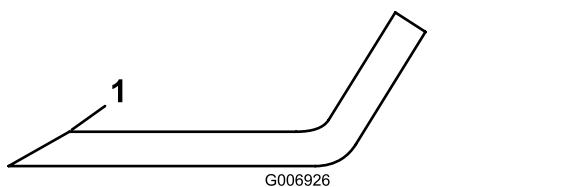

Figura 75
4. Inspeccione los filos de corte de todas las cuchillas. Afíle los bordes de corte si están romos o tienen mellas; afíle únicamente la parte superior del filo y mantenga el ángulo de corte original para asegurar un afilado correcto (Figura 75).